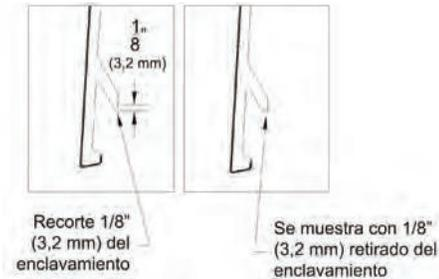

Figura 9
- Recorte 1/8" (3,2 mm) del enclavamiento ubicado en la parte posterior del último tablón. Para gabletes, donde puede quedar especialmente apretado, corte los extremos del enclavamiento en diagonal. Clave de cara la última pieza de revestimiento con un clavo de moldura o sujetador del mismo color. Este es el único caso en el que debe sujetar a través de un tablón Everlast (Figura 9).